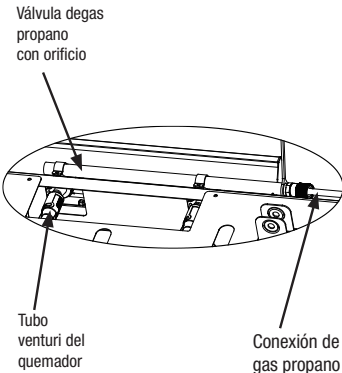

Figura 2
- Asegúrese de que el quemador/tubo de venturi esté colocado sobre el orificio (vea la Figura 2).